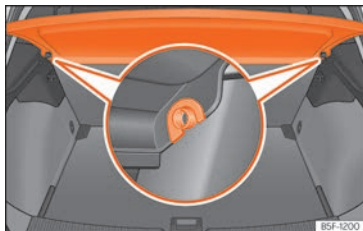

Fig. 123 En el maletero: desmontar y montar la bandeja.
- Desencaje la bandeja de los soportes laterales »» fig. 123 tirando de ella hacia arriba y extraiga la bandeja.
- Introduzca la bandeja horizontalmente haciendo coincidir la "herradura" sobre el eje de los soportes »» fig. 123, y presione hacia abajo hasta que encastre.